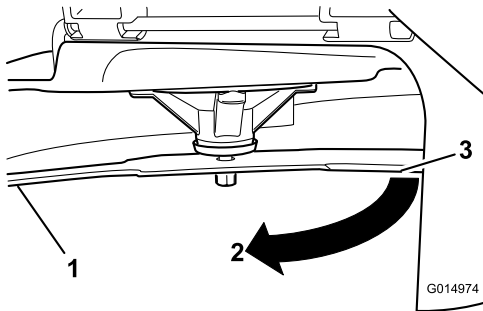

Figure 49
4. Tournez la même lame de 180 degrés pour amener l'autre tranchant à la même position (Figure 49).